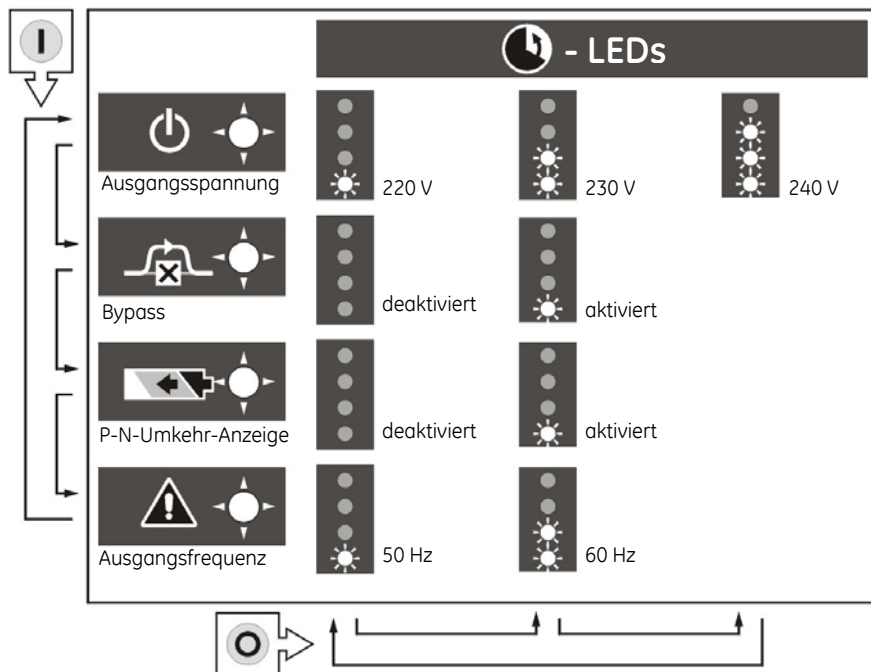

Abb. 4.5: Einstellungs Menü
2. Scrollen Sie mit der Taste "I" durch die vier Funktionen. Die Betriebs-, Bypass-, Batteriebetriebs- und Alarm-LED beginnen jeweils zu blinken, um anzuzeigen, welche Funktion ausgewählt ist (siehe Abb. 4.5).